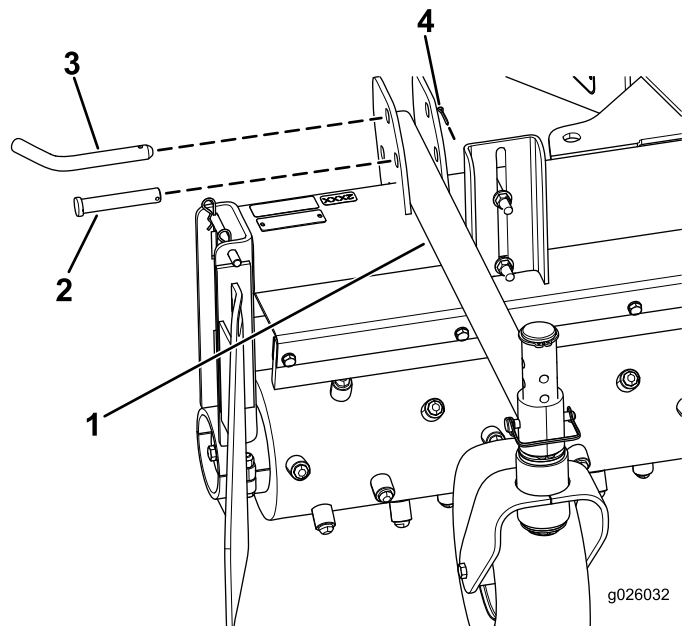

Figura 4
2. Fixai braele roilor pivotante în poziie cu tifturile de prindere ($\frac{5}{8} \times 3''$), tifturi cu cap i gaură pentru cui spintecat ($\frac{5}{8} \times 3,5''$) i tifturile în formă de agrafă ($0,094 \times 1''$), aa cum se arată în Figura 4.